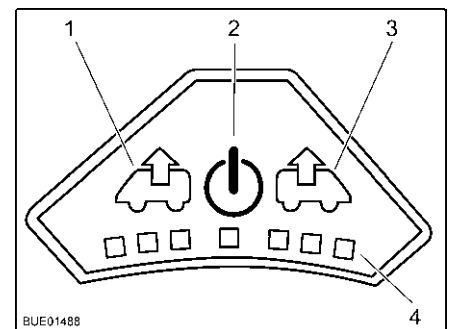

Fig. 63 Quadro comandi del ventilatore
- Accensione:* ■ Premere il tasto On/Off (Fig. 63,2). Il ventilatore funziona in modalità comfort (sfiato al numero di giri minimi del ventilatore).
- Sfiato:* ■ Per aumentare il numero di giri del ventilatore: Premere il tasto Sfiato (Fig. 63,1). Il numero di giri del ventilatore aumenta di uno stadio in direzione sfiato. I LED (Fig. 63,4) indicano gli stadi di commutazione.
■ Per ridurre il numero di giri del ventilatore: Premere il tasto Aerazione (Fig. 63,3). Il numero di giri del ventilatore si riduce di uno stadio.
- Aerazione:* ■ Per aumentare il numero di giri del ventilatore: Premere il tasto Aerazione (Fig. 63,3). Il numero di giri del ventilatore aumenta di uno stadio in direzione aerazione. I LED (Fig. 63,4) indicano gli stadi di commutazione.
■ Per ridurre il numero di giri del ventilatore: Premere il tasto Sfiato (Fig. 63,1). Il numero di giri del ventilatore si riduce di uno stadio.
- Spegnimento:* ■ Premere il tasto On/Off (Fig. 63,2). Il ventilatore si ferma, i LED si spengono.